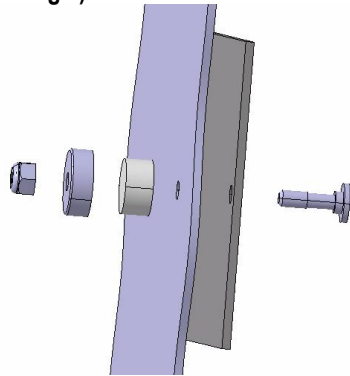

Abbildung 1
- 6 Fixieren Sie das Bezeichnungsschild indem sie eine Schraube (C) in das vorhandene Bohrloch stecken und bohren Sie nun die weiteren Bohrungen wie in Punkt 5 beschrieben, wobei das aufgesetzte Bezeichnungsschild als Bohrschablone genutzt werden kann. Falls Sie ein Kühlschmiermittel verwendet haben sollten, reinigen Sie das Bezeichnungsschild und den Gehäusedeckel vor der endgültigen Fixierung gründlich.
- 7 Nehmen Sie das Dichtelement (B) und positionieren Sie es in die Topfscheibe (A). Die Topfscheibe mit Dichtelement ist nun für die Montage vorbereitet.
- 8 Pressen Sie die Topfscheibe (A) mit Dichtelement (B) rückseitig auf die Schraube und halten Sie sie mit der Hand zusammen (**Abbildung 1**).